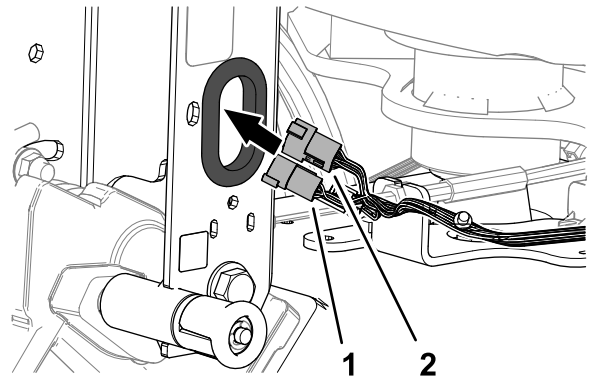

Bild 8
1. Führen Sie den 6-poligen Stecker und den 12-poligen Stecker des Maschinenkabelbaums durch die Tülle im Lenkerkanal (Bild 8).